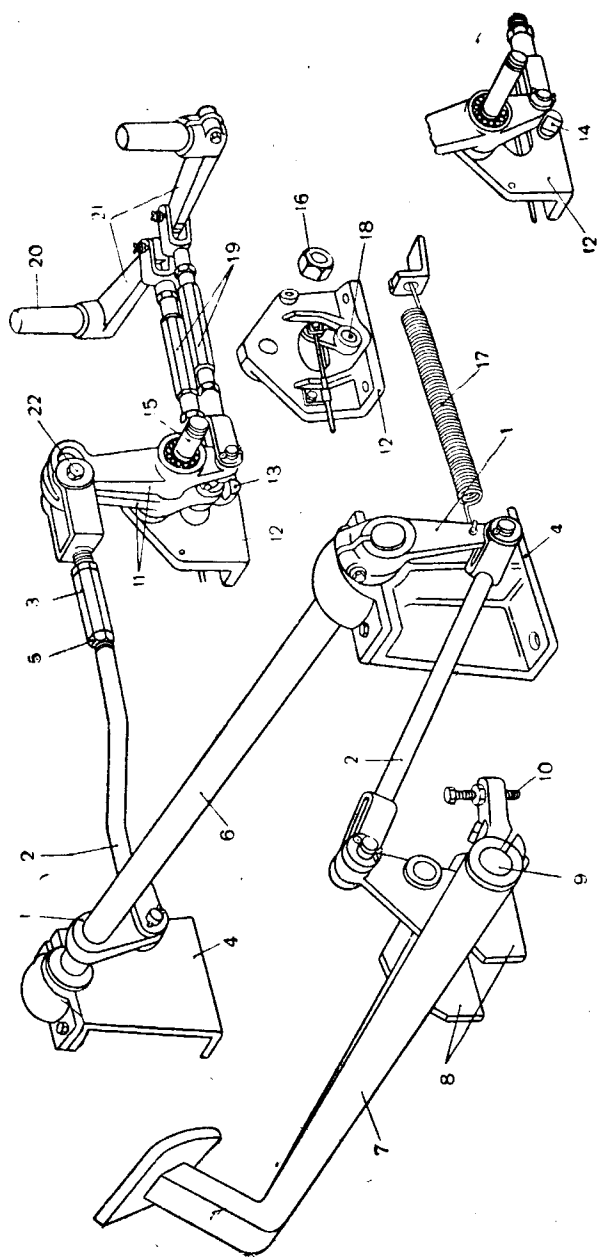

Рис. 14. Привод управления главными фрикционами:
### Регулировка привода выключения главных фрикционов (рис. 14)
6. Если число оборотов одного двигателя снижается раньше другого, то это свидетельствует о том, что его фрикцион включается раньше фрикциона другого двигателя. Причиной этому является неправильная регулировка граненых тяг 19 (рис. 14) выключения фрикционов или неодинаковый износ трущихся поверхностей обоих фрикционов.